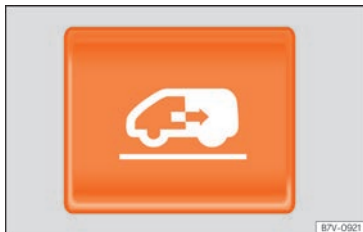

Abb. 99 In der Instrumententafel, im Fahrzeugschlüssel und in der Innenverkleidung der Schiebetür: Taste zum Öffnen und Schließen einer elektrischen Schiebetür.
- Taste »» » **Abb. 99** in der Schalttafel, im Fahrzeugschlüssel oder an der Innenverkleidung der Schiebetür drücken. Die Schiebetür öff-
- Taste »» » **Abb. 99** in der Schalttafel, im Fahrzeugschlüssel oder an der Innenverkleidung der Schiebetür drücken. Die Schiebetür schließt, solange die Taste nicht erneut betätigt wird, mit Kraftbegrenzung. Während des Schließvorgangs ertönen Warntöne.
- Taste »» » **Abb. 99** drücken und gedrückt halten. **Die Schiebetür schließt mit maximaler Kraft!**